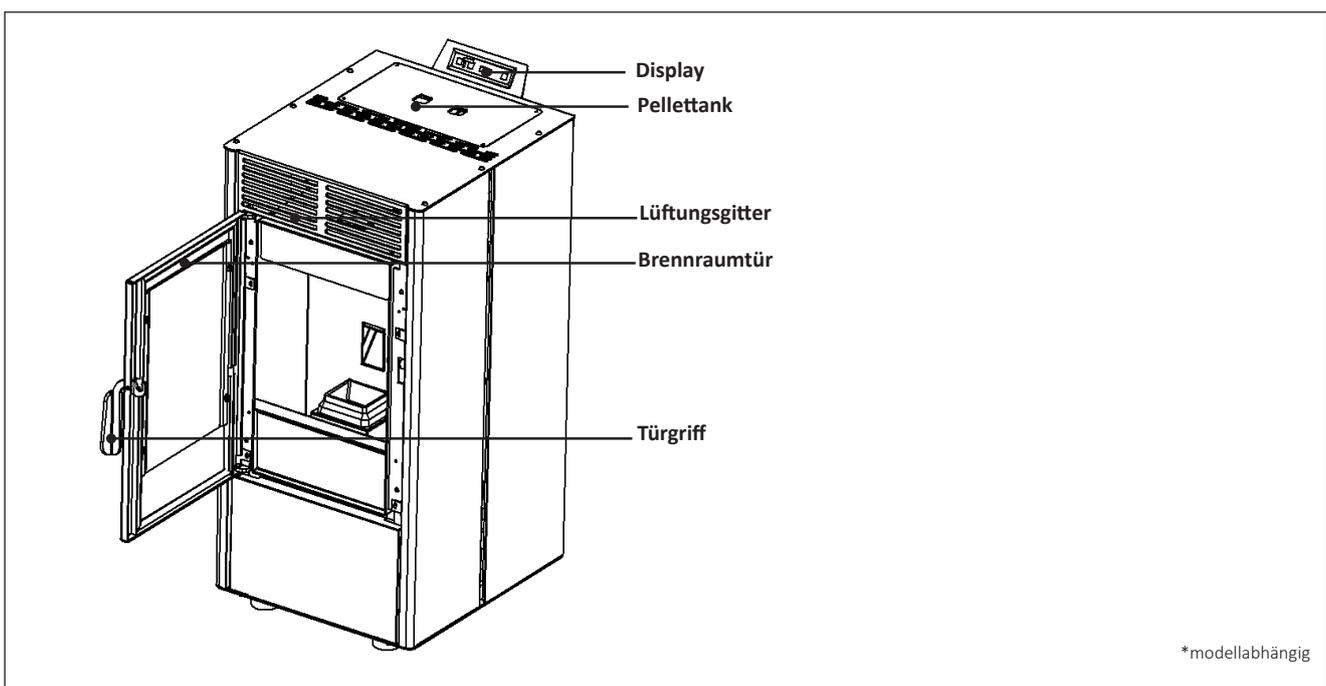

Abb. 2a: Geräteübersicht (Abbildung modellabhängig)
1. Vergewissern Sie sich, dass der Ein- / Ausschalter (siehe S. 10, Abb. 2a) auf der Position 0 steht.
2. Schließen Sie das beiliegende Netzkabel zunächst am Gerät an. Die Anschlussbuchse für das Netzkabel befindet sich unterhalb des Hauptschalters auf der Geräterückseite (siehe S. 10, Abb. 2a). Schließen Sie dann den Pellet-Heizofen an eine geerdete, durch einen FI-Schutzschalter abgesicherte Steckdose (230 V~50 Hz) an.
4. Bringen Sie nun den Ein- / Ausschalter (siehe S. 10, Abb. 2a) auf die Position I. Im Display erscheint nun fortlaufend „**AuS - die aktuelle Raumtemperatur - Zeit**“. Das Gerät ist betriebsbereit.